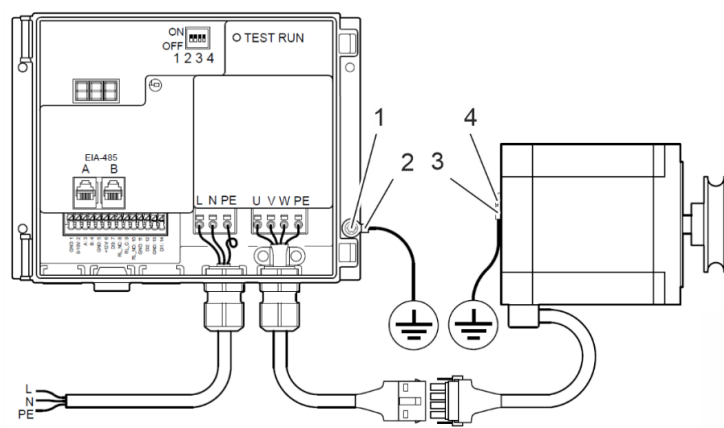

Figura 101: Conexión equipotencial
19. Fije la conexión equipotencial del accionamiento del dispositivo de limpieza del rotor a la carcasa del mismo con un terminal de cable de anillo (Figura 101/2). Utilice uno de los agujeros (Figura 101/1) que se utilizan para fijar el accionamiento del dispositivo de limpieza del rotor a la carcasa del intercambiador de calor rotativo.
20. Fije la conexión equipotencial del dispositivo de limpieza al motor paso a paso con un terminal de cable de anillo (Figura 101/4). Utilice el agujero M3 (Figura 101/3) situado en la parte trasera del motor paso a paso.